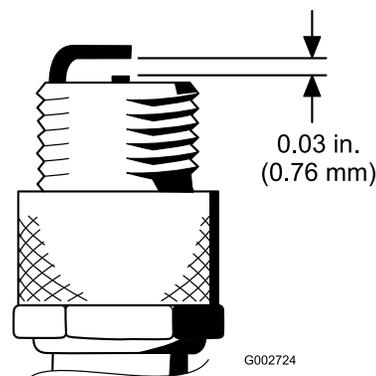

Рисунок 30
4. Установите зазор между центральным и боковым электродами на 0,76 мм, как показано на Рисунок 30.